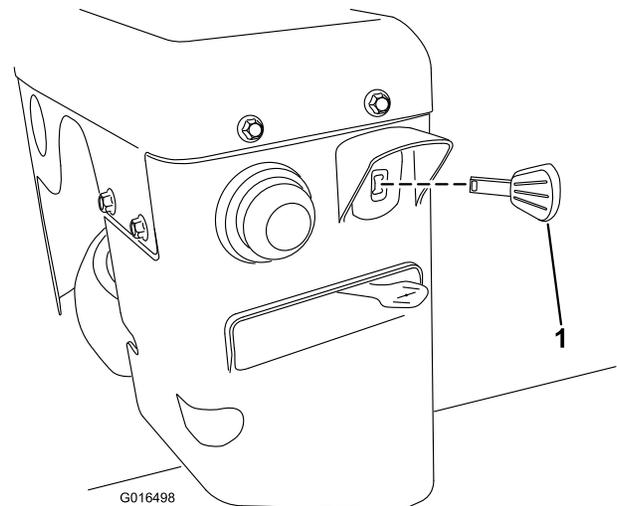

Bild 25
3. Stecken Sie den Zündschlüssel vollständig ein (**Bild 25**).